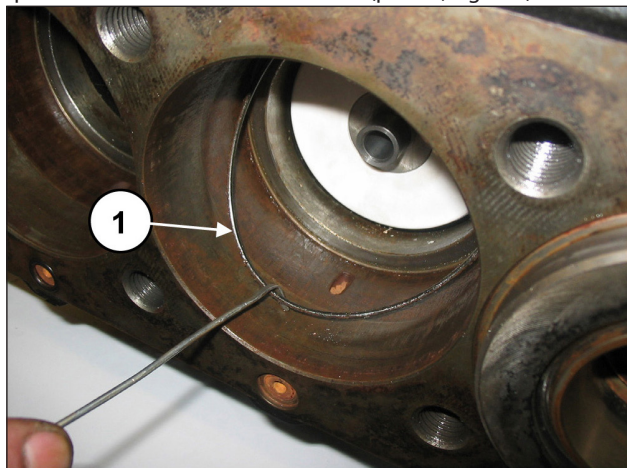
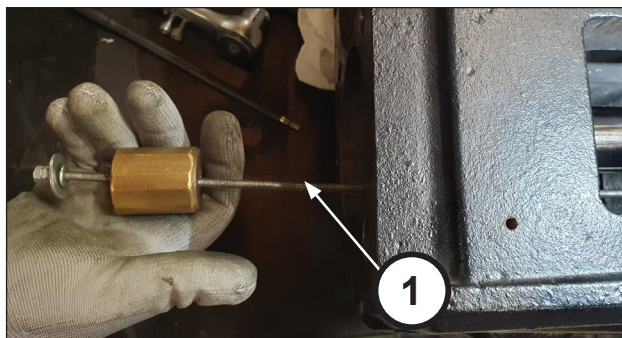

Fig. 136
Fig. 139
Extraer la junta tórica del fondo del soporte de la junta si se queda dentro del cárter de la bomba (pos. ①, Fig. 136).
Colocar la guía del pistón en el punto muerto inferior, enroscar el extractor M6 en los orificios de la tapa (pos. ①, Fig. 136) y extraer la tapa de retención del grupo bomba (pos. ①, Fig. 139).